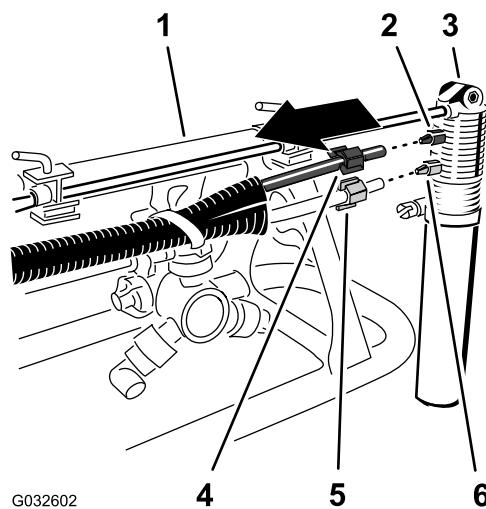

Figura 26
2. En el marcador de espuma , afloje la tuerca de compresión que sujeta el tubo azul (agua) al acoplamiento de compresión azul de la boquilla del marcador de espuma (Figura 26).
3. Afloje la tuerca de compresión que sujetla el tubo transparente (aire) al acoplamiento de compresión blanco de la boquilla del marcador de espuma (Figura 26).
5. Retire las tuercas de compresión de los extremos de los tubos (Figura 26).